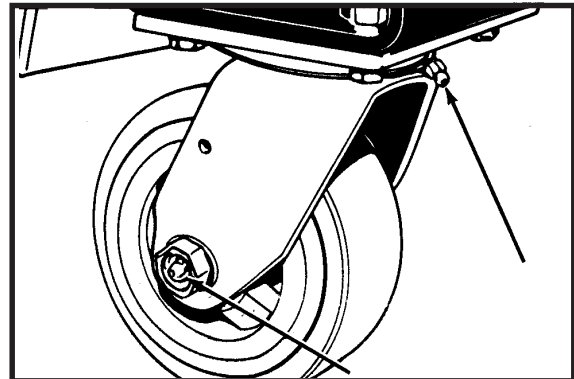

Abb. 8
5. Verwenden Sie eine Schmierpistole zur Schmierung der Rolle. Siehe Abb.8